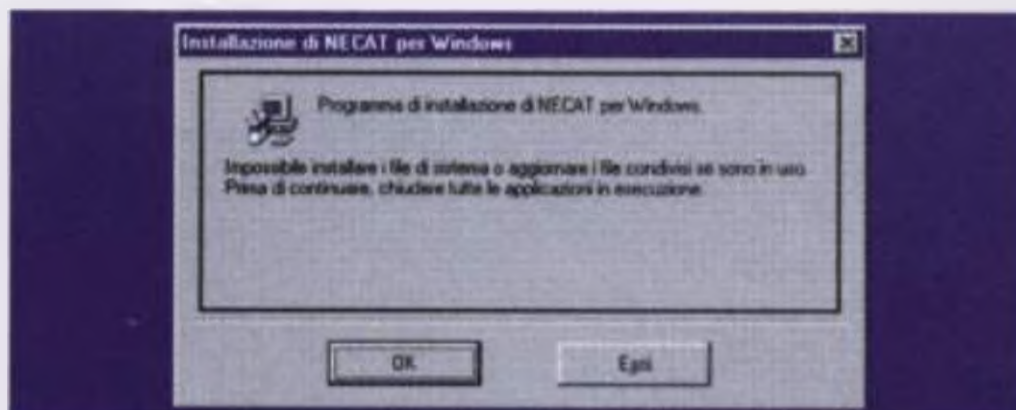

Fig.2 Per eseguire una corretta installazione è necessario cliccare su **Ok**.
- Il programma di installazione vi indicherà di volta in volta quale numero di dischetto inserire, perciò non dovete fare altro che seguire le indicazioni che appaiono a video. Dopo aver inserito il dischetto n.2, il computer vi segnalerà di chiudere eventuali programmi aperti. Per continuare con l'installazione cliccate su **ok** (vedi fig.2).